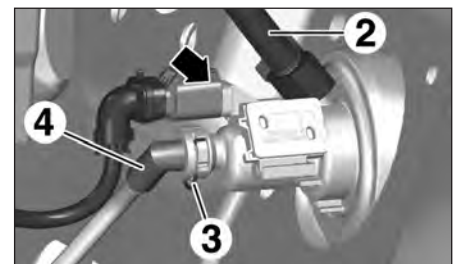

FIG.12
- Débrancher le connecteur (flèche) (Fig.12).